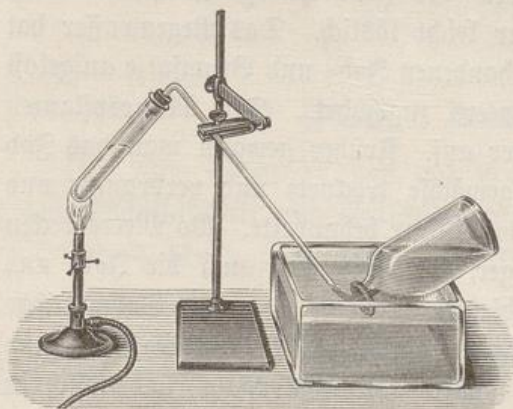

Fig. 6. Darstellung von Sauerstoff.
8. Auffangen von mehr Sauerstoff, den man aus chlorsaurem Kalium entwickelt, siehe Fig. 6.